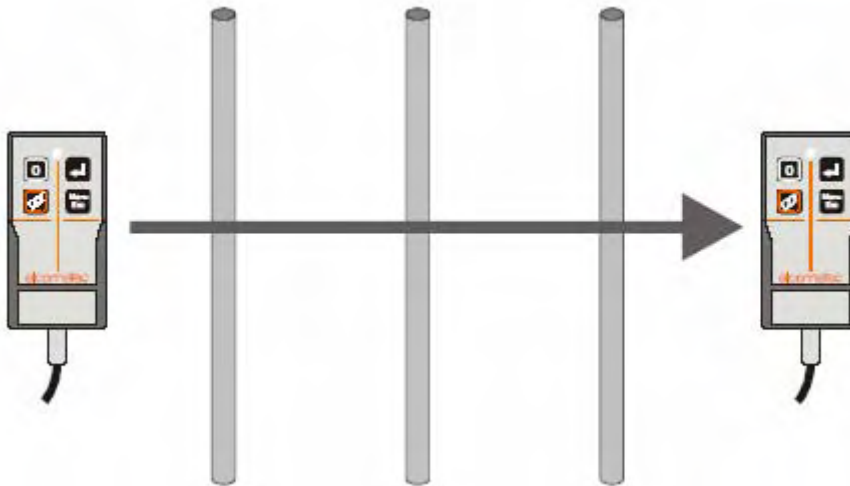

図9:サーチヘッドを鉄筋と平行にして横に走査。
- サーチヘッドと鉄筋の平行を維持したまま、サーチヘッドを探知区域を横切るように移動させます(図9)。